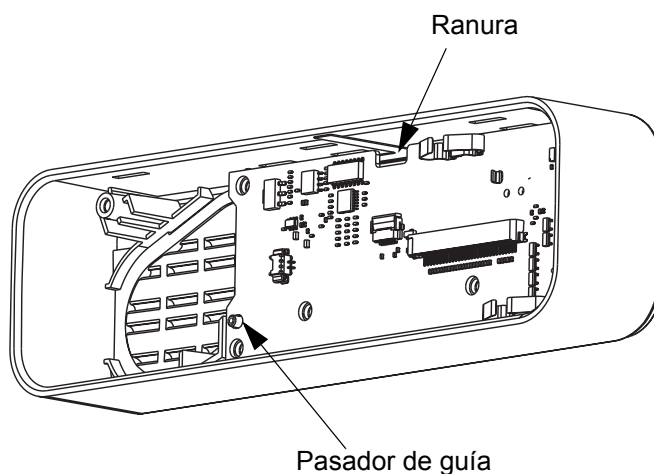

Figura 5-23 Montaje de la tarjeta en el conjunto de la unidad de control
- b. Monte la tarjeta en el conjunto de la unidad de control usando el conector hembra del micrófono como punto principal de alineación. Cerciérese de que el flexible de la pantalla de cristal líquido esté extendido a través de la ranura de la tarjeta. Verifique que la tarjeta esté debidamente asentada; para ello asegúrese de que el pasador de guía de la carcasa pase a través de la tarjeta. Consulte la Figura 5-23..